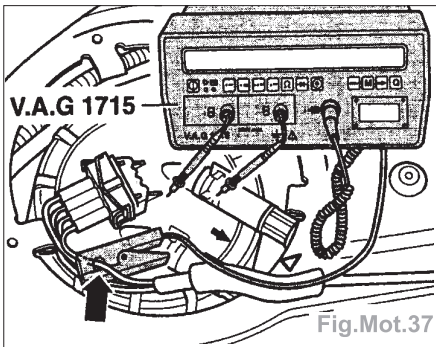

Fig.Mot.37
- à l'aide de la pince électrique, branchez le multimètre **VAG 1715** sur le câble rouge/blanc du câblage (Fig.Mot.37),